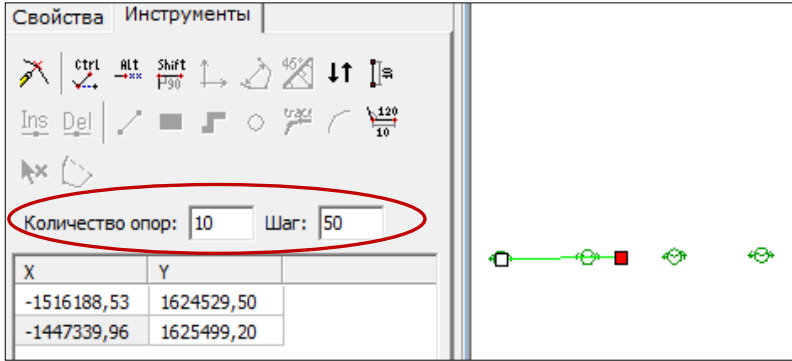

Рис. 7.18
- интерактивно указываем две точки: первая точка определяет привязку первой опоры, вторая – направление расстановки (рис. 7.18).